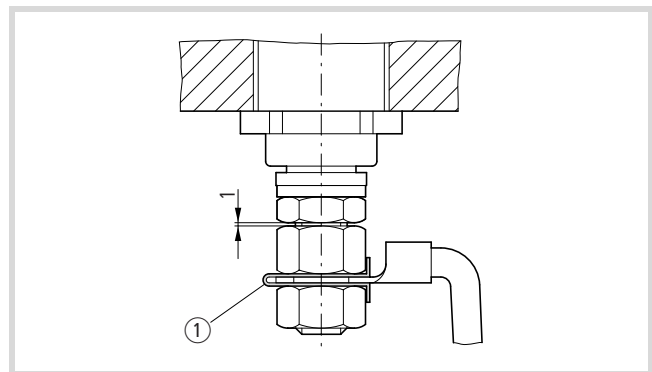

Abbildung 23: Sichern der Befestigungsmutter
- ▶ Sichern Sie die Befestigungsmutter mit einem Sicherungsblech ① gegen Selbstlockern (→ Abb. 23).